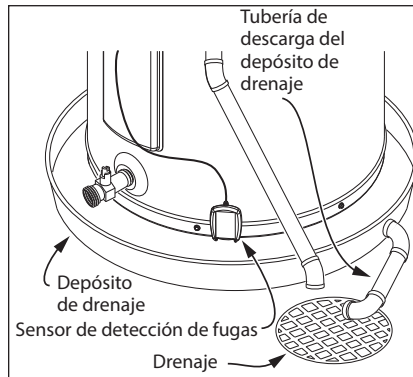

Figura 7 - Un depósito de drenaje adecuado canalizado hacia un drenaje adecuado puede ayudar a proteger el suelo contra fugas y goteos.
- Depósito de drenaje adecuado (Figura 7 en la página 8)
- Instale un depósito de drenaje adecuado (disponible en su proveedor de plomería local) debajo del calentador de agua (Figura 7), para recolectar la condensación o las fugas del tanque o de
- Estará en un depósito de drenaje adecuado, conectado a un drenaje en el piso adecuado o exterior al edificio (Figura 7).